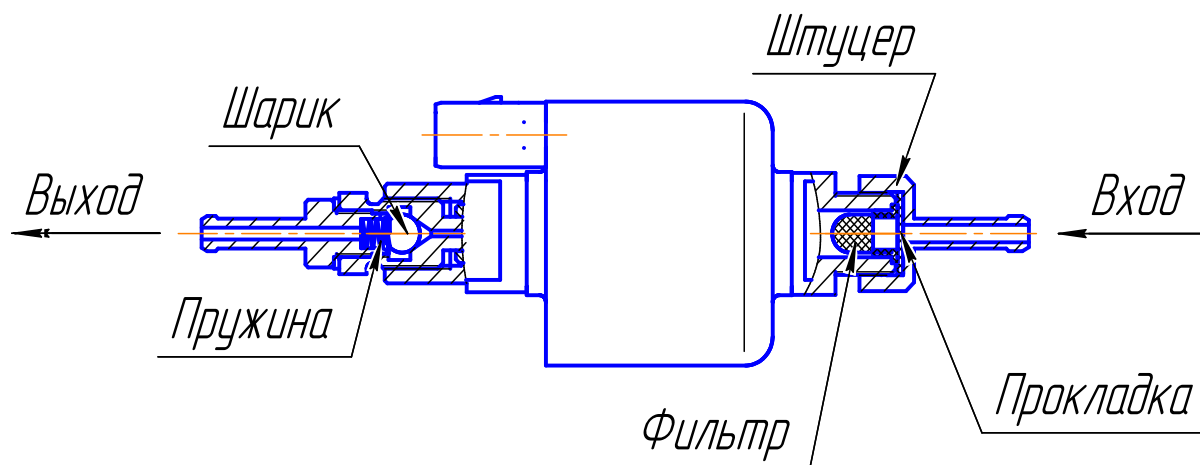

Рис. 20 Топливный насос
6.3.1 Топливный насос (рис. 20) служит для дозированной подачи топлива в камеру сгорания.
- проверить герметичность соединения между корпусом топливного насоса и входным штуцером (см. рис.20). Проверку производить воздухом давлением не более 1 кгс/см^2 . Давление подводить со стороны входа и выхода одновременно. Если соединение негерметично необходимо заменить прокладку в штуцере (см. рис 20).